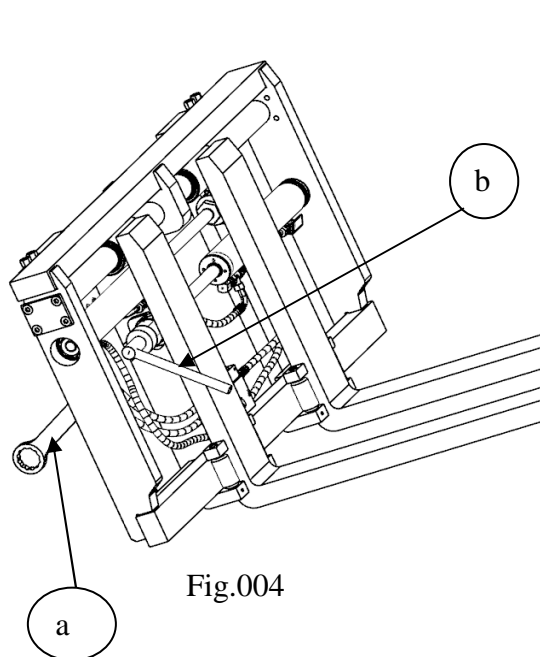
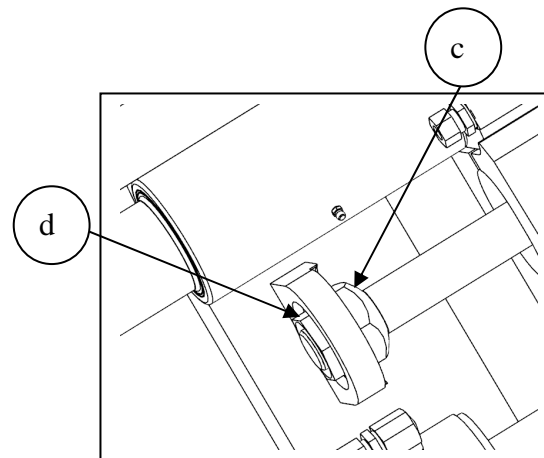

Fig.004
Fig.005
2.3.1 Bloquear la tuerca "c" en la fisura de arrastre con la llave hexagonal "a" y aflojar la tuerca frontal "d" con la llave de boca tubular "b". (Fig.004, Fig.005)